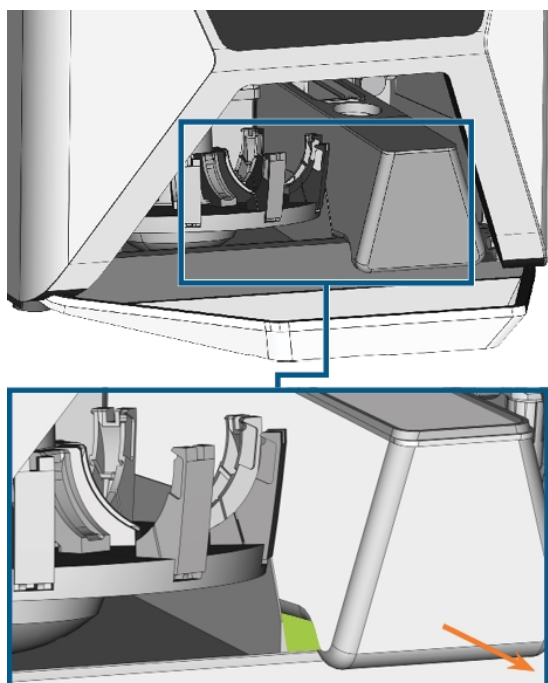

FIG. 37 RIMOZIONE DEL SERBATOIO DEL REFRIGERANTE DAL COMPARTIMENTO MULTIFUNZIONE; AFFERRARE IL SERBATOIO SULL'AREA VERDE
5. Estrarre il serbatoio del refrigerante dallo scomparto nella direzione indicata dalla freccia (↗ Fig. 37 alla pagina successiva).